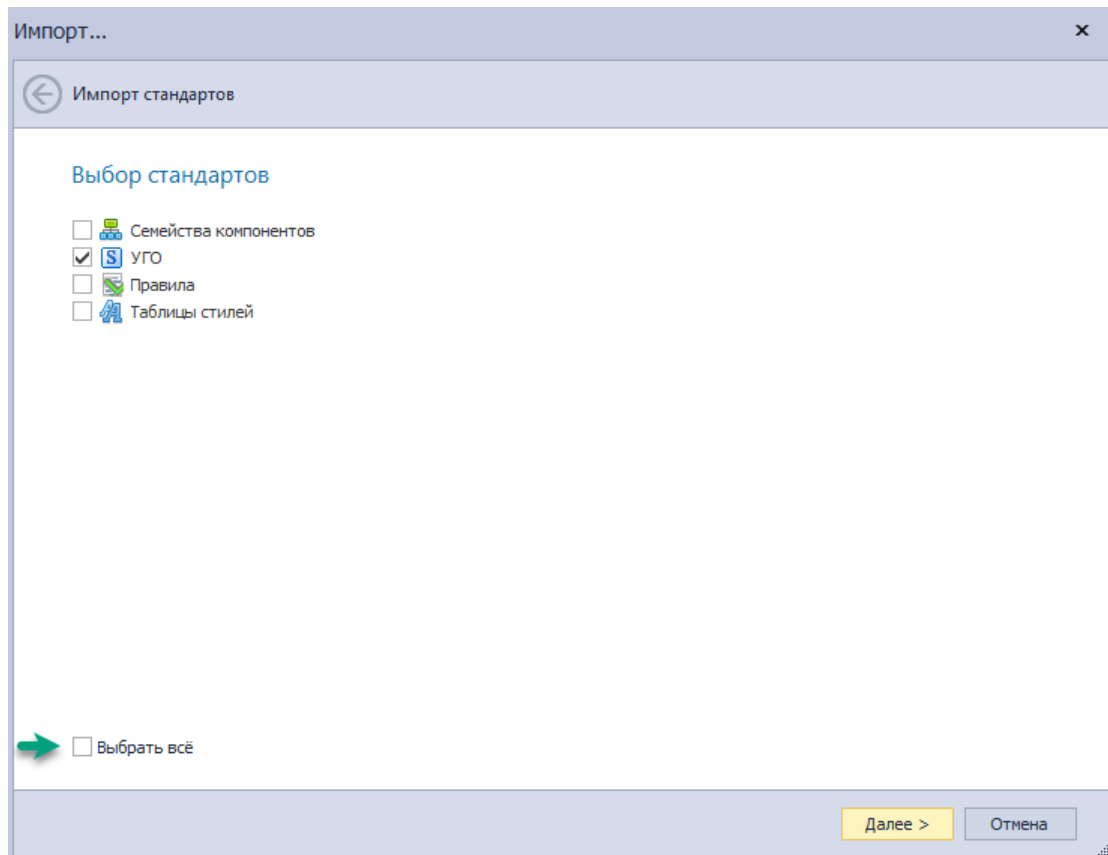

Рис. 19 Выбор импортируемых стандартов
5. Выберите стандарты, которые необходимо импортировать из выбранного файла, Рис. 19. Установив флаг в поле «Выбрать все» для импорта можно одновременно выбрать все раздела стандартов.